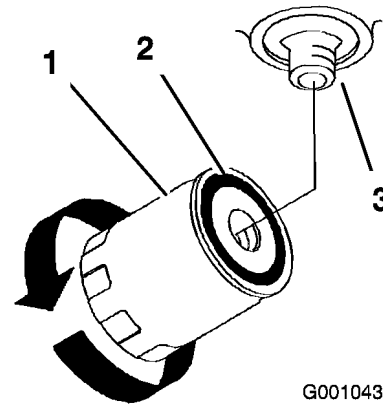

Figura 73
4. Aplique una capa fina a la junta de goma del filtro nuevo (Figura 73).
6. Llene el depósito de aceite hidráulico con aceite hidráulico hasta que éste rebose por encima del filtro, gire el filtro en el sentido de las agujas del reloj hasta que la junta de goma entre en contacto con el adaptador del filtro, luego apriete el filtro media vuelta más (Figura 73).